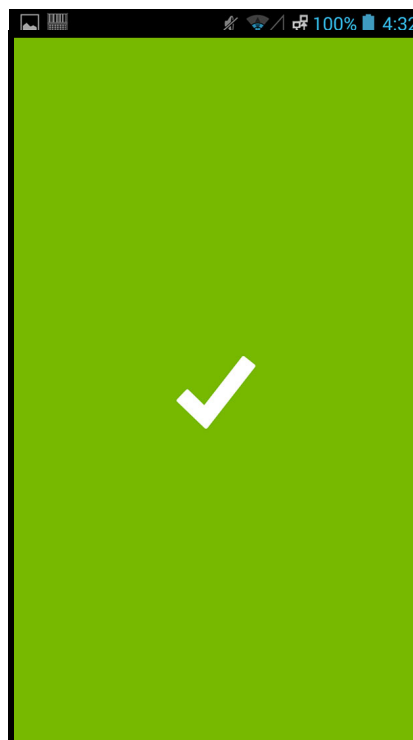
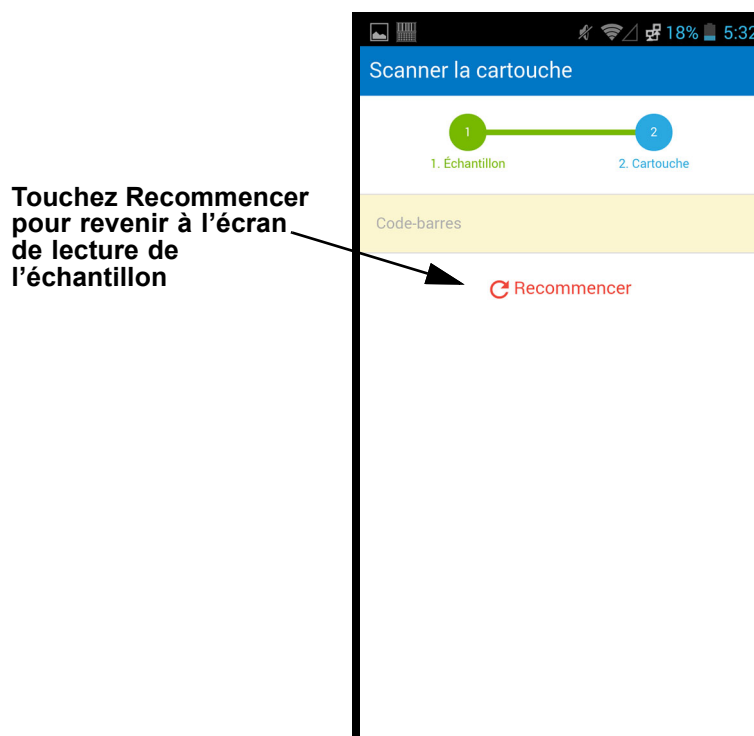

Figure 5-103. Écran Cepheid Link de succès de lecture (coche sur fond vert)
Figure 5-106. Écran Cepheid Link de lecture de la cartouche
- 2) En cas de découverte de commande, l'écran de succès (coche sur fond vert) s'affiche très brièvement (voir la Figure 5-103) et l'écran Lire la cartouche s'affiche. Voir la Figure 5-106.
- 4) En cas de découverte de commande, l'écran de succès (coche sur fond vert) s'affiche très brièvement (voir la Figure 5-103) et l'écran Lire la cartouche s'affiche. Voir la Figure 5-106.
- En cas d'association réussie entre la cartouche et l'échantillon, l'écran de réussite (coche sur fond vert) s'affiche très brièvement (voir la Figure 5-103).
- En cas de réussite de lecture de l'aliquote, l'écran de réussite (coche sur fond vert) s'affiche très brièvement (voir la Figure 5-103).